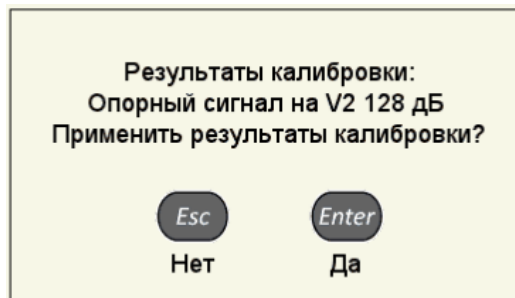

Рисунок 63
– для сохранения настроек нажать клавишу . Откроется подтверждающее окно (рисунок 63).